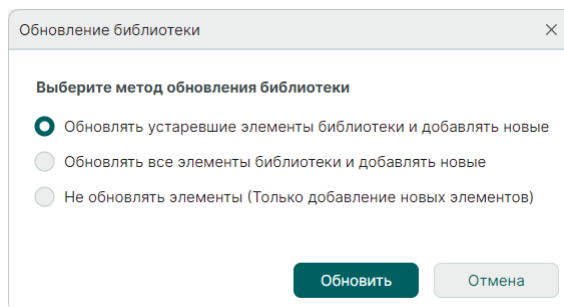

Рис. 10 Сценарии обновления библиотеки
5. Выберите один из трех сценариев обновления, см. Рис. 10.